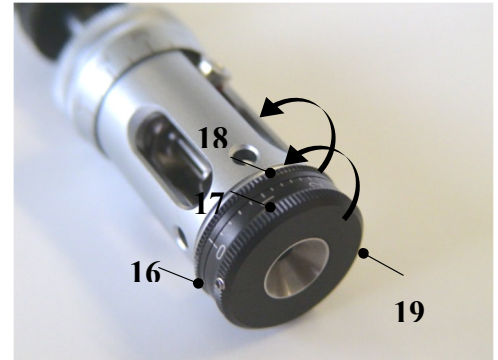

Bild 17. Zentriervorrichtung lösen
- Mutter **(18)** und Zentrierskala **(17)** zusammen lösen. **(Bild 17)**